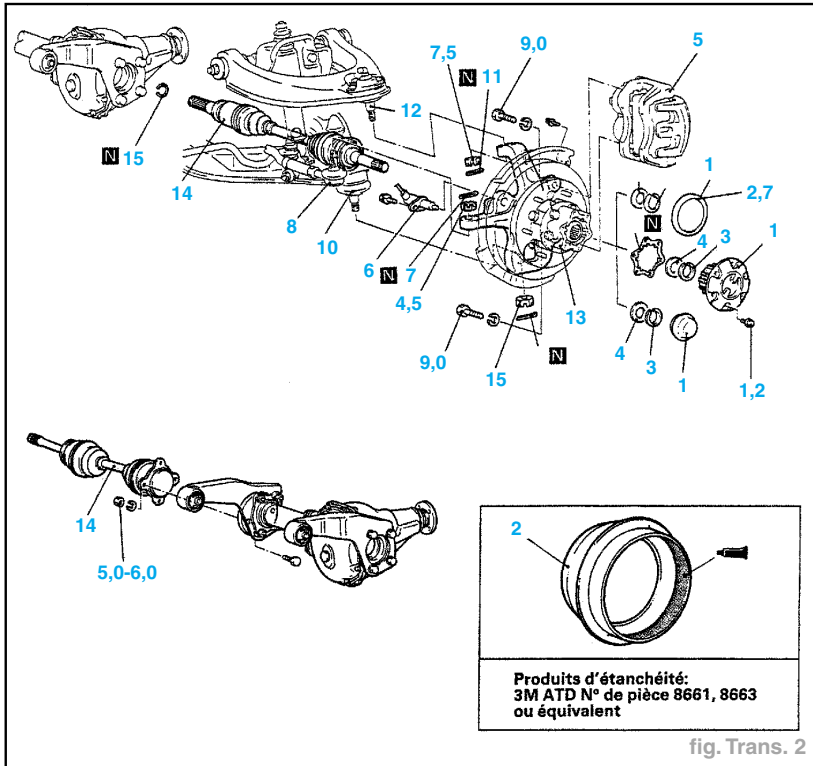

fig. Trans. 2
- Se référer à la fig. Trans. 2.